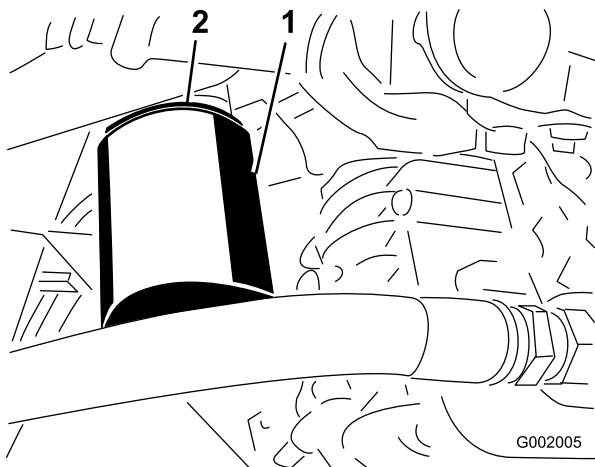

Figura 64
4. Retire o filtro (Figura 64).